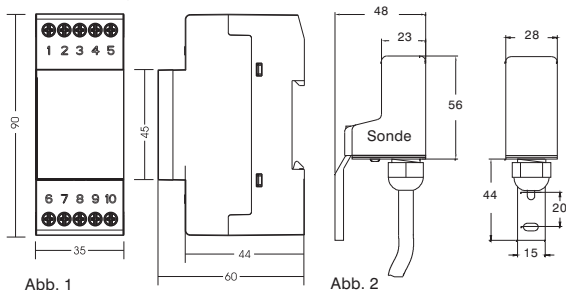

Abb. 3
- Ruecksteitige Schalttafel mit Ausruestung auf Wunsch erhaeltlich (Abb. 3)